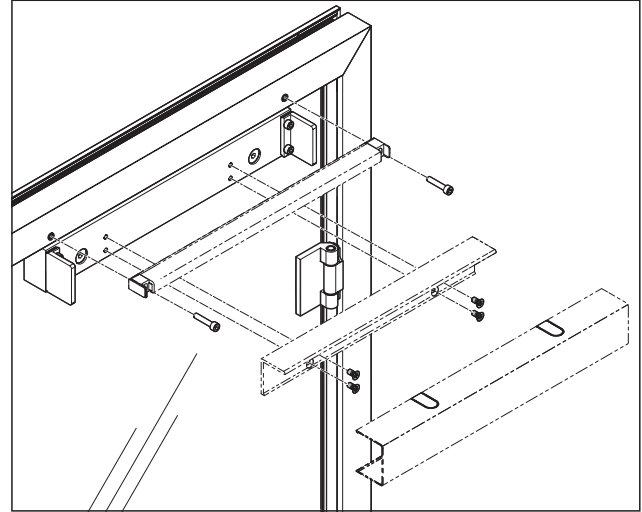

Abb. 14 Den Türschließer an der Anschraubplatte montieren
- Den Türschließer gemäß der beiliegenden Montageanleitung des TS 97 mit der Anschraubplatte und der Zarge verbinden (Abb. 14).